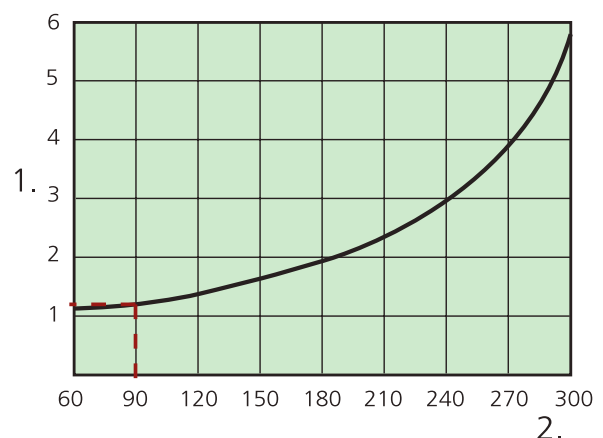

Figure 2. Coefficient de correction pour l'obturation du jet d'air par secteur.
- La valeur dB(C) est normalement de 6 à 9 dB supérieure à la valeur dB(A).
- Pour le coefficient de correction avec une obturation par secteur du jet d'air, voir les abaques et l'exemple qui suit les abaques de dimensionnement, figure 2.
- Les valeurs dB(A) s'appliquent à des locaux avec une atténuation sonore normale (atténuation de 4 dB).